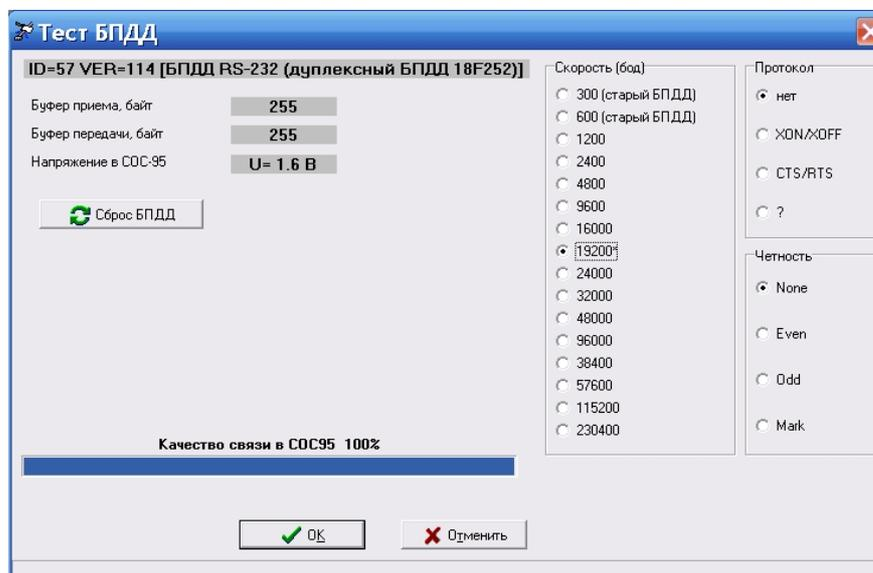

Рисунок 27
- 3) В окне поиска выполнить двойной клик левой кнопкой мышки по найденному адресному блоку, например, БПДД-RS. Откроется окно параметров блока БПДД-RS (рисунок 27).